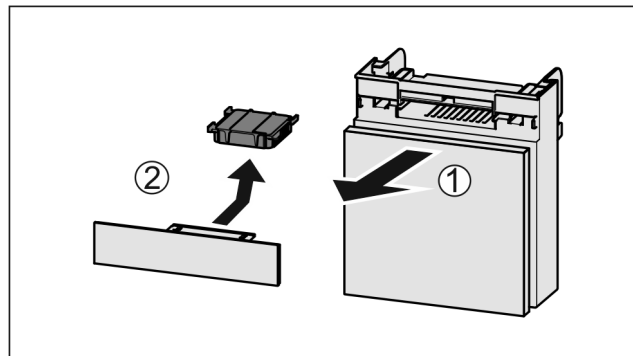

Fig. 134
- ▶ Вытянуть Fig. 134 (1) отделение движением вперед.
- ▶ Извлечение Fig. 134 (2) фильтра с активированным углем.